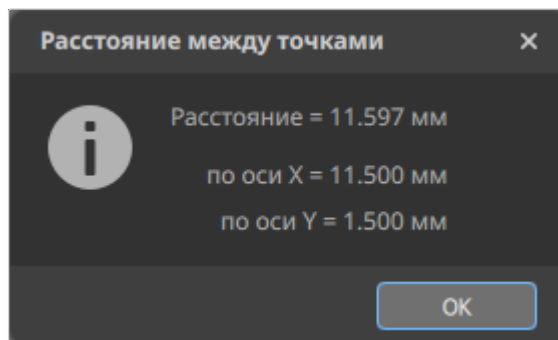

Рисунок 102. Результаты измерений
- 4) Нажать левой кнопкой мыши в конечной точке измерения. Отобразится всплывающее окно «Расстояние между точками» с результатами измерения (см. рисунок 102).